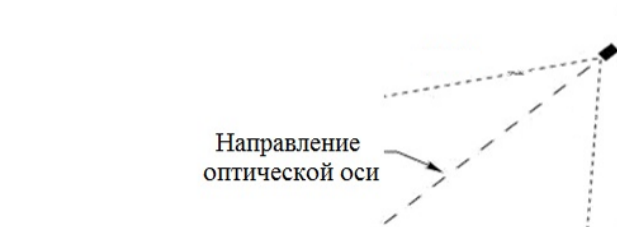

Рисунок 2 – Рекомендуемая установка термокожуха по отношению к горизонту
- Термокожух рекомендуется нацеливать на объект по нисходящей под углом к горизонту, по крайней мере, 10 - 20 градусов (см. рис. 2). Такая установка предотвращает скопление влаги на смотровом окне.